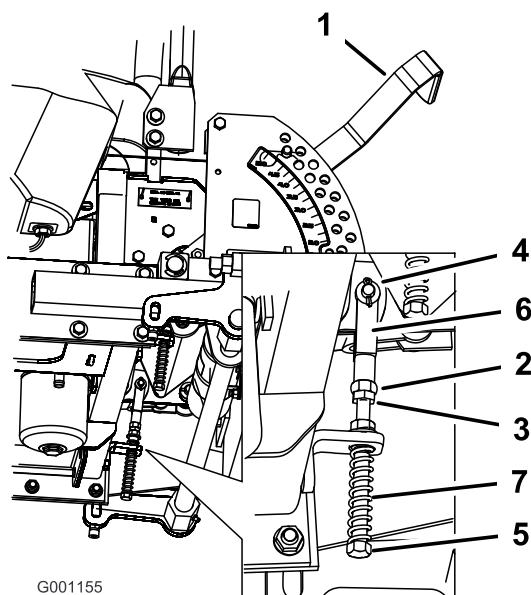

Figura 77
9. Aplique una ligera presión hacia atrás en la palanca de control de movimiento, gire la cabeza del perno de ajuste en el sentido apropiado hasta que la palanca de control esté centrada en posición de bloqueo/punto muerto (Figura 77).
10. Apriete la tuerca y la contratuerca (Figura 77).
8. Si es necesario un ajuste, afloje la tuerca y la contratuerca contra la horquilla (Figura 77).